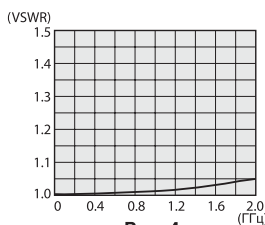

Рис. 4
- VSWR 1.1 или меньше, частота до 2 ГГц (рис. 4).